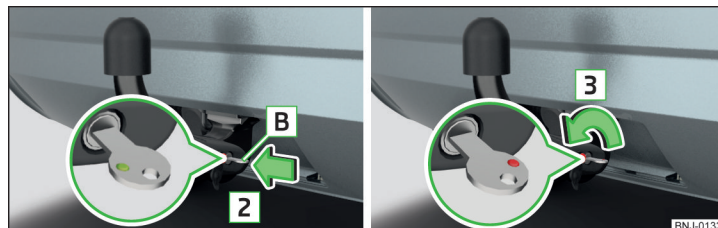

Fig. 159 Introduceti cheia în încuietoare/Deblocați încuietoarea
- Introduceți cheia **B** în încuietoare în sensul săgeții **2**, astfel încât marcul verde al acestuia să fie orientat în sus » fig. 159.